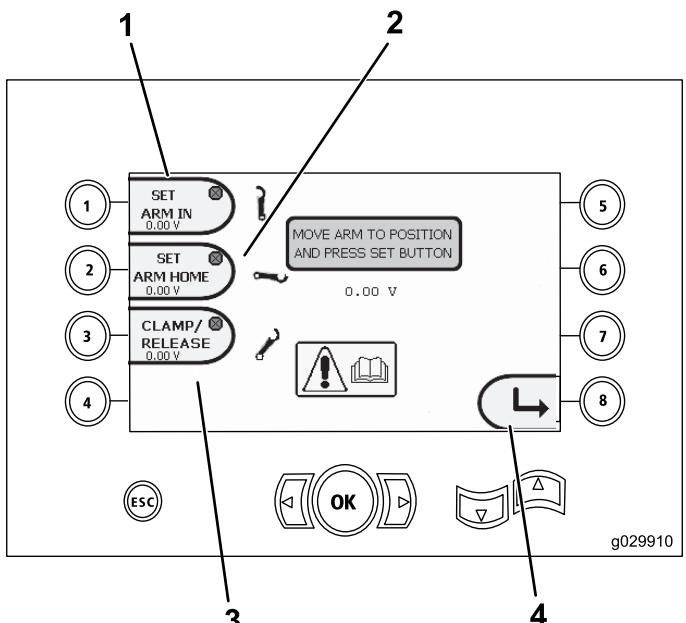

**Bild 18**
- Taste 1: Position 1 einstellen (Bild 18)
- Taste 2: Position 2 einstellen (Bild 18)
- Taste 3: Position 3 einstellen (Bild 18)
- Taste 4: Position 4 einstellen (Bild 18)
Drücken Sie die Taste 5 (Bild 18), um die Lade- oder Entladeposition einzustellen.